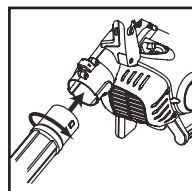

Fig. 01
3. Gire o tubo superior no sentido horário até que este se encaixe e trave (Fig. 01).